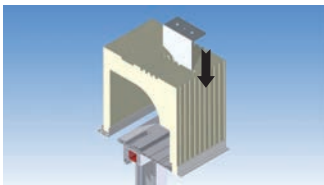

Bild 38
Schritt 3: Fahren Sie den Rollladenpanzer vollständig herunter und öffnen Sie die Revisionsblende (siehe Seite 09). Führen Sie den unteren Teil der Statikkonsole durch die offene Revisionsblende ein und stecken Sie die Lasche in die dafür vorgesehene Fräsung durch das Bodenprofil in das **Statikprofil** (Bild 41 - 44). Es ist darauf zu achten, dass diese Verbindung auf jeden Fall zum Statikprofil erfolgt und die Lasche nicht nur zwischen Bodenprofil und Statikprofil eingeklemmt ist (Bild 38). Bei korrektem Sitz kann die Statikkonsole nicht hin und her wackeln.